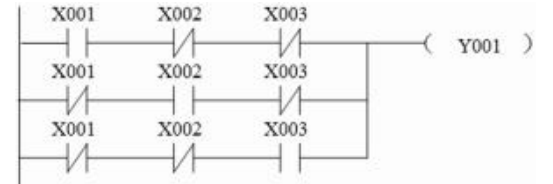

图 4 梯形图的第一级阶梯
①表 2 所示的真值表中,因使 Y001 为 1 的控制状态有 3 种—第二种、第三种和第五种,因此第一级阶梯应由 3 条支路并联而成;又因每种控制状态各由 3 个主令电器组合而成,因此,每条支路应由 3 个输入存储器触点 X001、X002、X003 串联而成;同时可看出,使 Y001 为 1 的第一行(即第二种控制状态)的输入存储器状态分别为—X001 为 1、X002 为 0、X003 为 0,使 Y001 为 1 的第二行(即第三种控制状态)的输入存储器状态分别为—X001 为 0、X002 为 1、X003 为 0,使 Y001 为 1 的第三行(即第五种控制状态)的输入存储器状态分别为—X001 为 0、X002 为 0、X003 为 1,因此,第一条支路应由动合触点 X001、动断触点 X002、动断触点 X003 串联而成,第二条支路应由动断触点 X001、动合触点 X002、动断触点 X003 串联而成,第三条支路应由动断触点 X001、动断触点 X002、动合触点 X003 串联而成。这样一来,仿照梯形图模板的结构,梯形图的第一级阶梯就被画出来了,如图 4 所示。
- 图4、5、6为用慢闪烁七彩发光二极管,改装原插排内原单色发红光指示灯实拍图片。 ◇贵州 马惠民